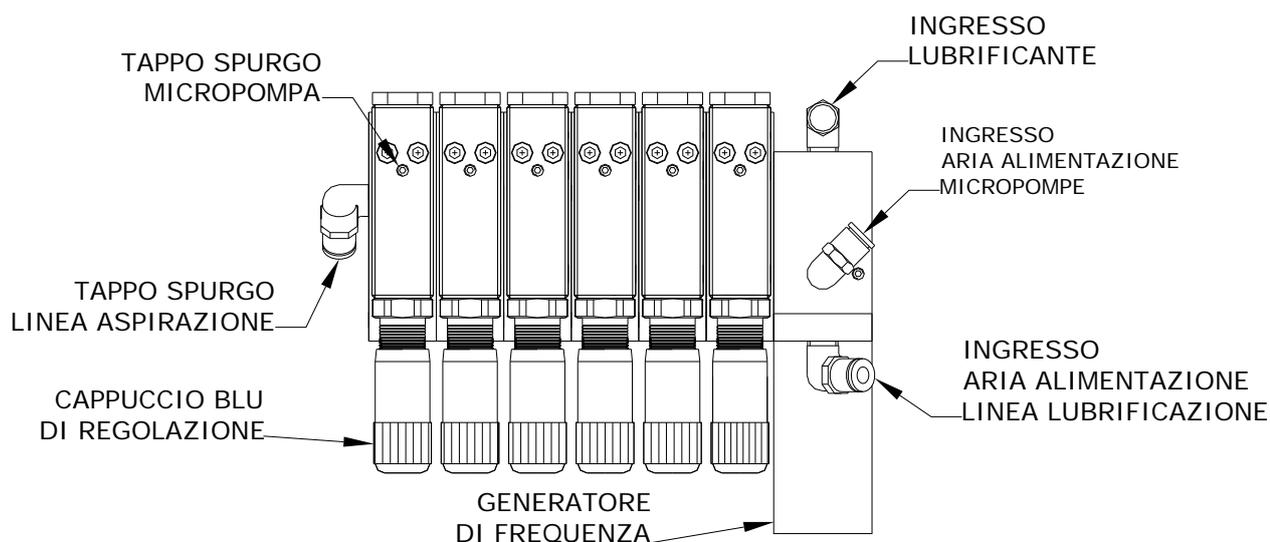

Fig. 1
- Spurgare l'aria dal circuito allentando il tappo di spurgo (Fig.1) posto al lato sinistro dell'ultima sottobase del gruppo delle micropompe. Controllare che l'olio penetri nel tubo di aspirazione e attenderne la fuoriuscita prima di riavvitare il tappo. Per eliminare l'aria residua, intervenire sulla vite di spurgo di ogni micropompa posta vicino alle viti di fissaggio. Svitare completamente la vite di spurgo attendere la fuoriuscita del lubrificante facendo attenzione a non perdere la sfera di tenuta. Avvitare la vite.
Per regolare la portata nominale della pompa agire sul cappuccio blu (Fig.1). Svitando completamente il cappuccio si ha l'esclusione della mandata. Da questa posizione, ogni giro e mezzo del cappuccio incrementa la portata di $5\text{mm}^3/\text{colpo}$ fino alla portata massima di mm^3 .